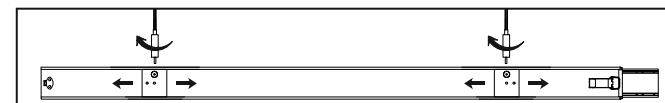

Рис. 1
- Закрепите тросики с помощью цангового зажима и скоб на первом осветительном приборе в линии. При необходимости возможно отрегулировать положение скоб на корпусе осветительного прибора (рис.1). Илишки тросиков удалите.